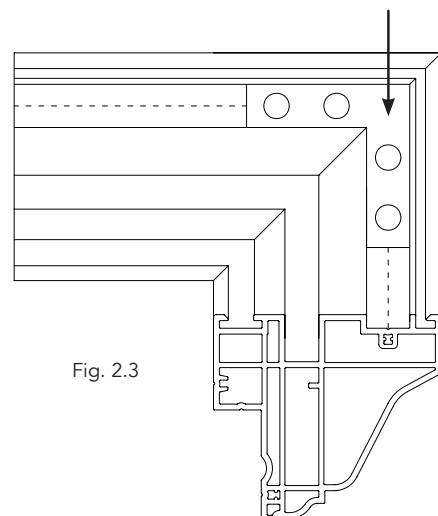

Fig. 2.3
- Avec le cadre face vers le bas, placez un support métallique en L à l'arrière du cadre dans chaque coin. (Voir Fig. 2.3)